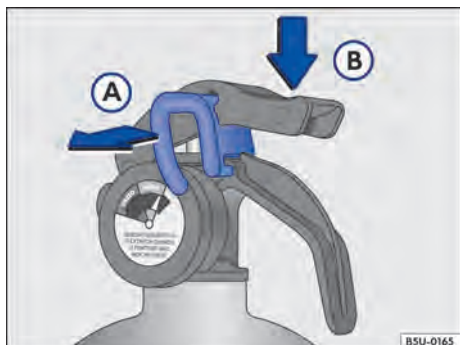

Fig. 151 Sequência de utilização do extintor de incêndio.
- Puxar a trava $\Rightarrow$ Fig. 151 (A) para romper o lacre.
- Apertar o gatilho $\Rightarrow$ Fig. 151 (B) espalhando o pó.